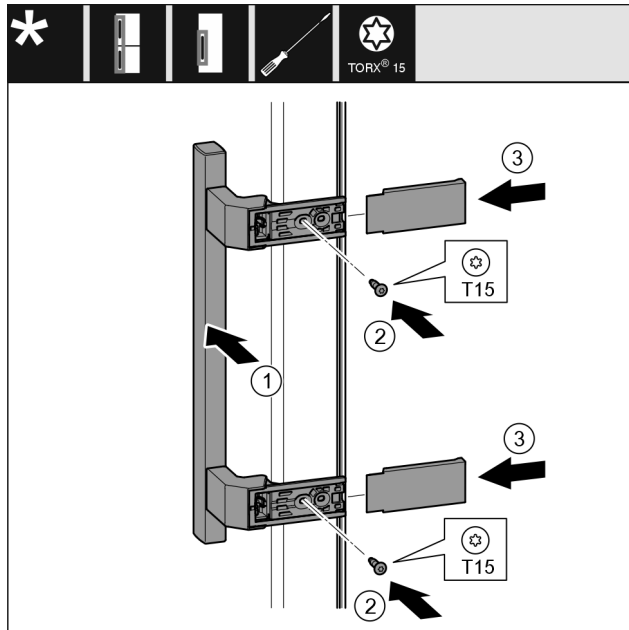

Fig. 22
- Sätt handtaget Fig. 22 (1) på plats på motsatta sidan.
- Skruva fast skruvarna Fig. 22 (2) med skruvmejsel.
- Sätt an skydden Fig. 22 (3) på sidan och skjut på dem.